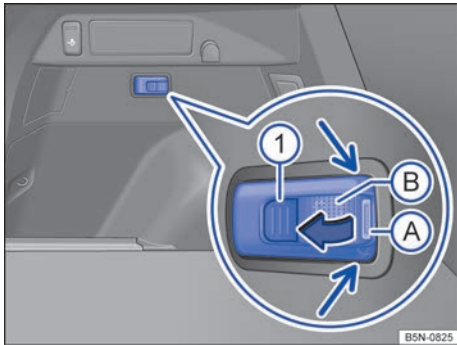

Fig. 213 En el lado izquierdo del maletero: unidad de iluminación extraíble.
Cuando la unidad de iluminación está montada, la zona → **fig. 213** (B) se enciende cuando se abre el portón del maletero.
- Agarre la unidad de iluminación por la parte delantera → **fig. 213** (flechas pequeñas).
- Encaje la unidad de iluminación en su soporte en el sentido contrario al de la flecha → **fig. 213**.